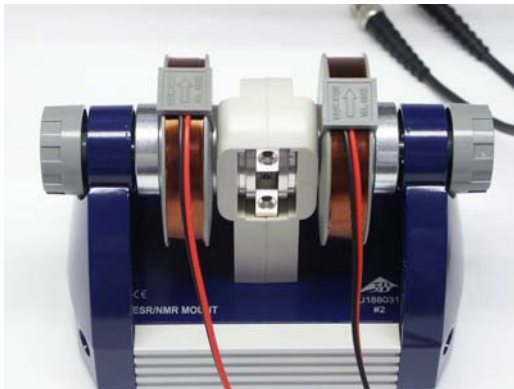

Fig. 2 L'unità di base completa di bobine
- Infilare le bobine sul cilindro di montaggio e inserirle nell'unità di base come illustrato in fig. 2.